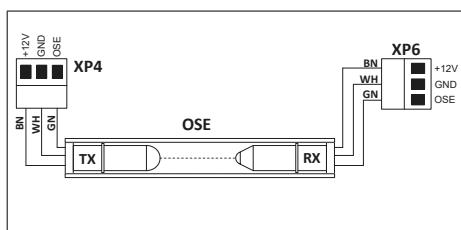

Figura 6 – Bordo di sicurezza optoelettronico (OSE)
- DIP 1**    OFF – bordo di sicurezza optoelettronico OSE (Figura 6, 8, 9)
- DIP 2**    OFF – bordo di sicurezza OSE a raggio semplice (Figura 6, 8)